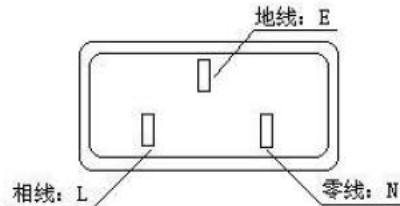

图 3.1.1
- (1) 电源电压 $220V \pm 10\%$ 频率： $50Hz \pm 5\% 60 Hz$
- (2) 工作条件：温度： $0^{\circ}C \sim 40^{\circ}C$ ，相对湿度： $< 80\%RH$
- (3) 储存条件：温度： $-10^{\circ}C \sim 70^{\circ}C$ ；相对湿度： $< 70\%RH$
- (4) 功率：小于 30 W。
- (5). 电源的相线 L，零线 N，地线 E 应与本仪器电源插头相同，如图 3.1.1。同时地线 E 应可靠接地，否则仪器表面可能会有漏电现象！
- (6). 仪器打开后，需预热 20 分钟，然后进行测量，以保证测量精确度。
- (7). 电源插座不能与大功率电气设备共用一个插座，以免干扰仪器工作或电冲击而损坏仪器。